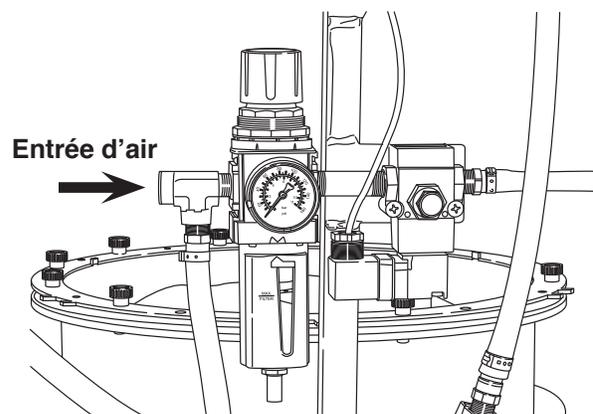

Figure 14
4. Fixez un adaptateur de tuyau (non fourni) et une conduite d'air comprimé de 3/8 po au filtre pneumatique/à l'entrée du régulateur. Voir Figure 14. La conduite d'air doit avoir une puissance de compression continue de 100 psi, être propre et dépourvue de moisissure.